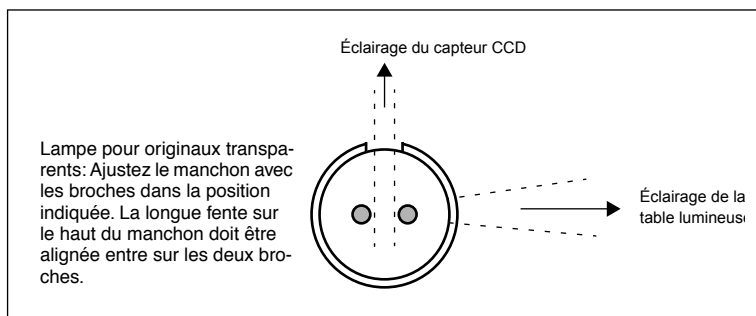

Figure 4: Ajustement du manchon vu depuis le côté gauche du scanner.
4. **IMPORTANT** : la face arrière du scanner comporte un petit cadran servant à régler l'adresse SCSI du scanner (cf. figure 4). Assurez-vous que chaque périphérique de votre chaîne SCSI a une adresse SCSI différente. Si nécessaire, réglez le scanner sur une nouvelle adresse en tournant la flèche avec un petit tournevis. N'utilisez que les adresses 0, 1, 2, 3, 4, 5, ou 6. N'utilisez pas 7, 8, ou 9.
Le manchon est parfois collé avant l'expédition du scanner, mais quand vous changerez le tube lumineux, le manchon ne sera pas collé. Il sera fermement ajusté pour ne pas glisser tout seul, mais vous pourrez le déplacer à la main si vous essayez. La figure 4 indique l'orientation correcte du manchon.
5. Mettez une lampe neuve en opérant dans l'ordre inverse. Vérifiez que le manchon est correctement aligné avec le scanner comme indiqué à la figure 4. Si nécessaire, faites tourner la lampe ou ajustez le manchon.